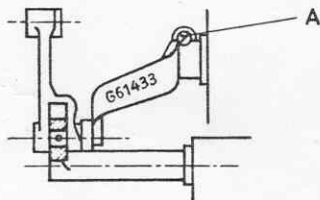

Fig. 4
Beachte, daß der Transporteur seitlich zu den Stichplattenfenstern gleichmäßig Luft hat. Zur Einstellung löse die Pratzschraube (A), Fig. 4.
Be sure that the feed dog has clearance in its slot of the throat plate. For adjustment loosen screw (A), Fig. 4.